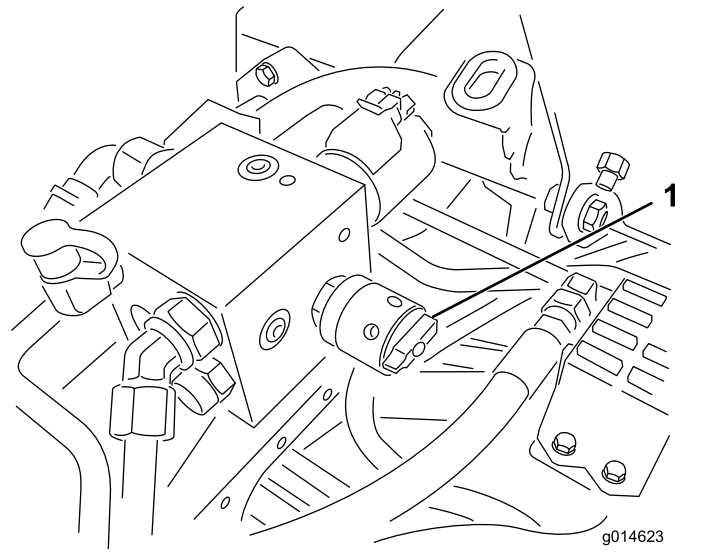

图51
6. 将滚刀速度控制杆旋转至设置 1 图51。
4. 要调节滚刀的速度请旋转旋钮 图51 直至指示器箭头与在步骤 3 中确定的数字对齐。